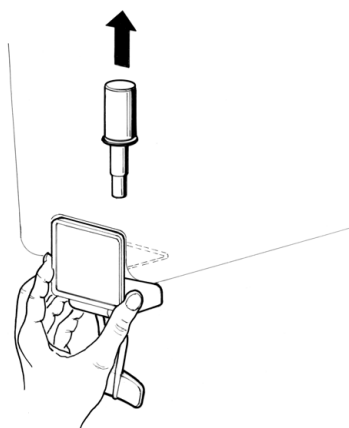

Bild 4
- 5 **Schwerkraftsventil:** den Kolben herausziehen und danach den Betätigungshebel des Ventils abmontieren (Bild 4).